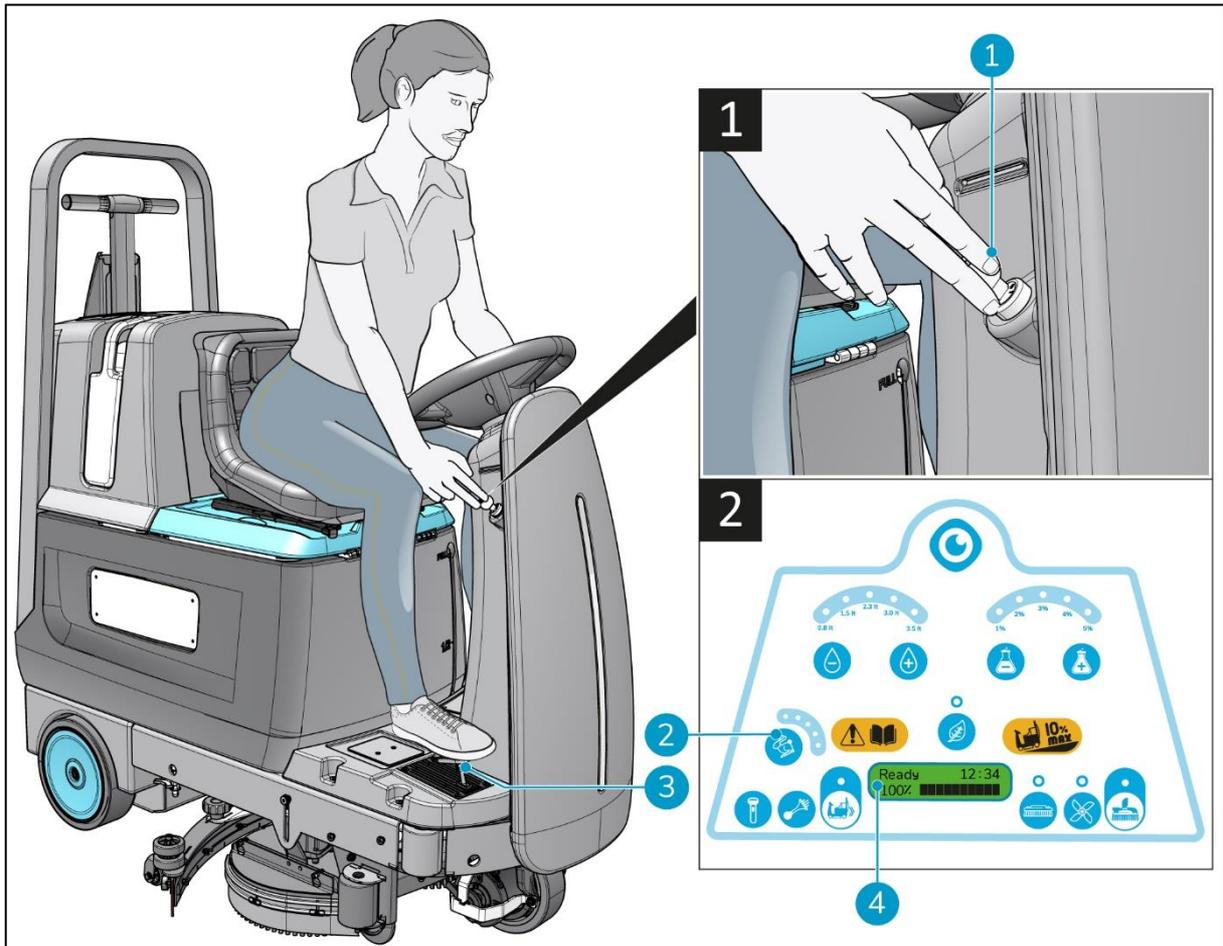

Figure 23
2. Insérez la clé dans le contact (Figure 23, pos. 1).
4. Vérifiez que l'affichage indique la fin de la séquence de démarrage : l'indication « Ready » (prêt) doit s'afficher (Figure 23, pos. 4).
6. Choisissez la vitesse de conduite souhaitée : 1 (jusqu'à 2,5 km/h), 2 à 5 (2,5 à 4,5 km/h) (Figure 23, pos. 2).
7. Pour avancer, appuyez doucement sur la pédale d'accélérateur (Figure 23, pos. 3).